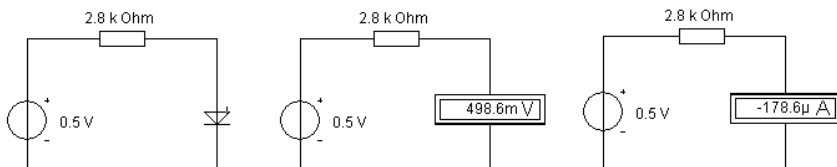

Рис. 20. Пример определения напряжения холостого хода и тока короткого замыкания
4. Определить напряжение холостого хода и ток короткого замыкания в схеме с линейным и нелинейным элементами (рис. 20).